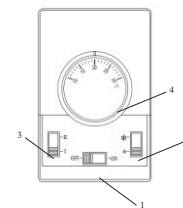

Рис. 4. Пульт управления
7.1 Для включения завесы необходимо перевести переключатель пульта управления (рис. 4)1 в положение "ON", переключатель 2 перевести в верхнее положение "••" (при этом начинает работать вентилятор завесы) и открыть запорные вентили на водяной магистрали.